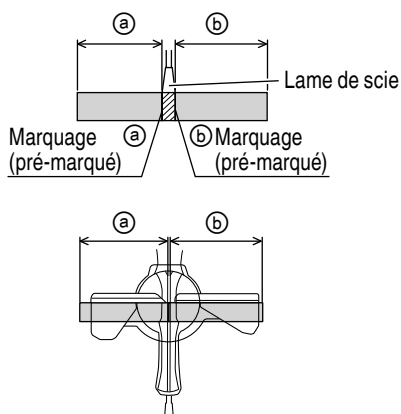

Fig. 29
- (1) Comme indiqué à la Fig. 29, la largeur de la lame est la largeur de coupe. En conséquence, glisser la pièce vers la droite (vue de la position de l'opérateur) pour obtenir la longueur (b), et sur la gauche pour obtenir la longueur (a).